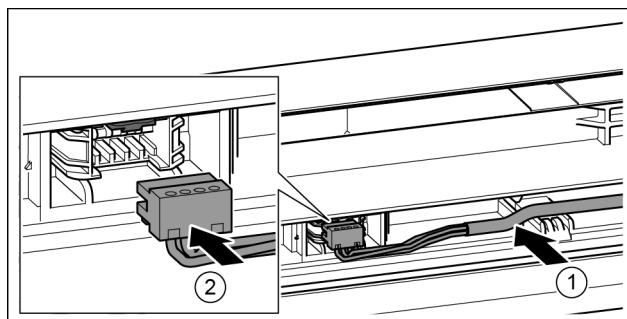

Fig. 38
- ▶ Вставте сірий кабель в направляючу в верхніх дверцях. Fig. 38 (1)
- ▶ Зафіксуйте штекер. Fig. 38 (2)